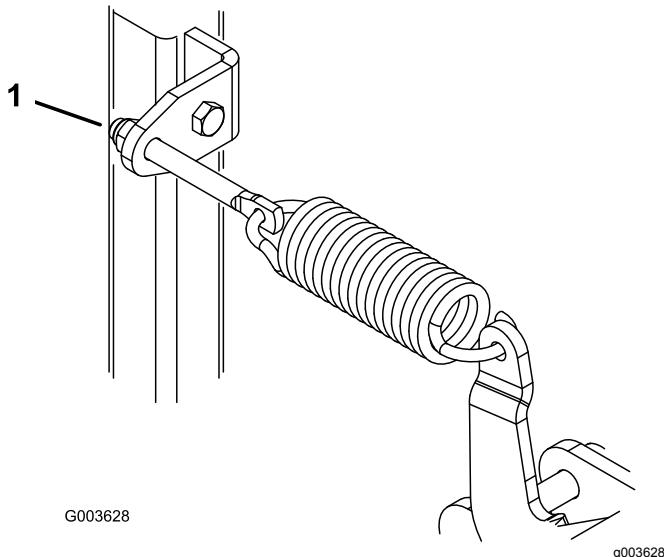

Figure 27
2. Tournez les écrous de réglage de ressort (Figure 27) dans le sens horaire pour éléver la lame et dans le sens antihoraire pour l'abaisser.